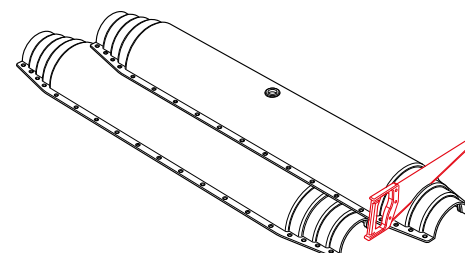

Рис. 4.8.2
2. Обрезать концы верхней и нижней половин защитного кожуха по уровню метки, соответствующей наружному диаметру защитной оболочки трубы (рис. 4.8.2).